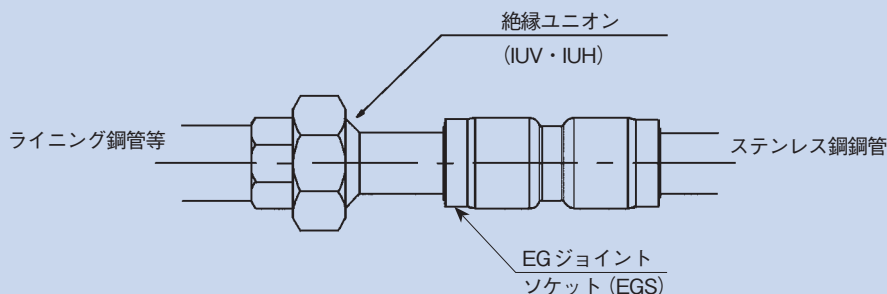

図3-5-2 絶縁ユニオンによる接合
- 小径の13～25Suに関しては、硬質塩化ビニルライニング鋼管用及び耐熱性硬質塩化ビニルライニング鋼管用の絶縁ユニオンをお使いください。ユニオンナットに絶縁座を設けてあります。（図3-5-2）